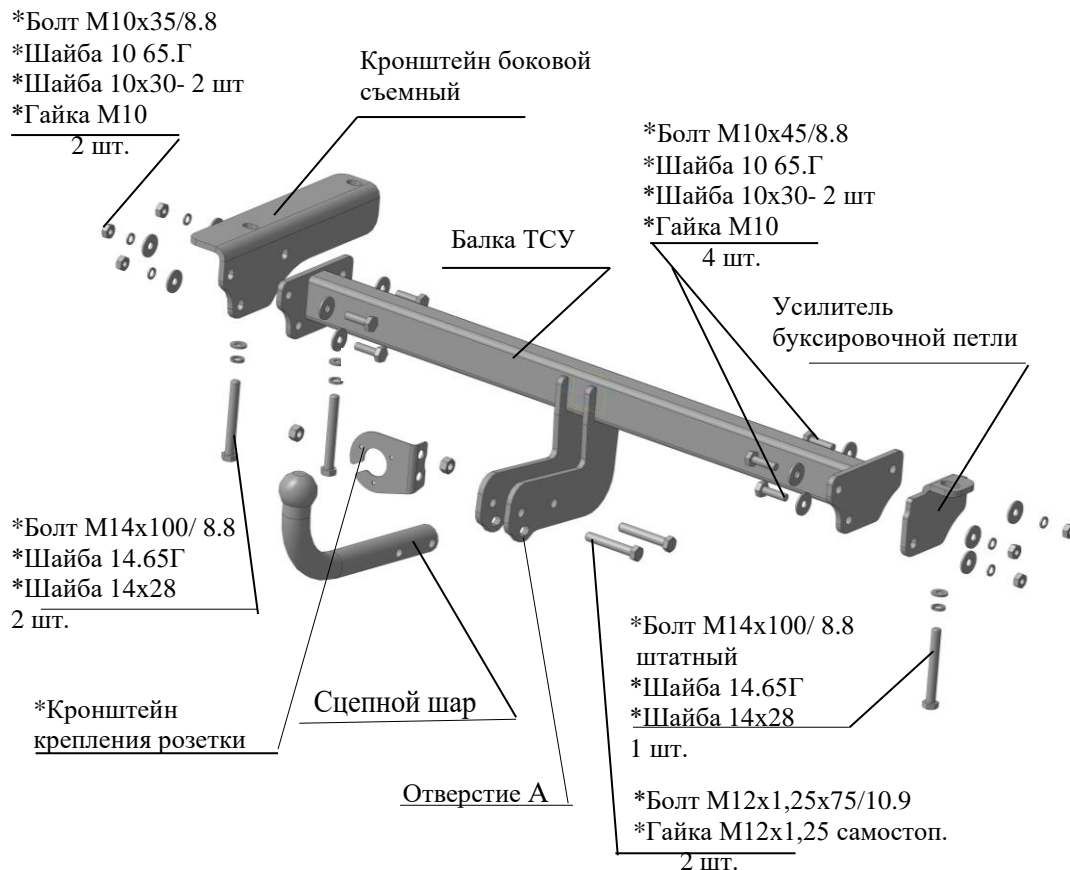

Рис.1 Тягово-сцепное устройство ТСУ 4011.
2.1 ТСУ 4011 в сборе (рис.1)	1 шт.
2.2 Пакет с комплектующими (см. рис.1)+защитный колпак	1шт.+1 шт.
4.2 Установить боковой съемный кронштейн ТСУ к левому лонжерону а/м, закрепить болтами М14х100 и крепежом соответственно рис.1. Крепеж не затягивать.
4.3 Выкрутить с кронштейна буксировочной петли штатный болт М14х100. Установить усилитель буксировочной петли с внешней стороны кронштейна петли, закрепив штатным болтом М14х100 к нижней поверхности лонжерона и крепежом соответственно рис. 1. Крепеж не затягивать.
4.4 Установить балку ТСУ между боковым съемным кронштейном и кронштейном буксировочной петли (вместе с усилителем), закрепить болтами М10х45 и болтами М10х35 и крепежом соответственно рис.1. Крепеж не затягивать.